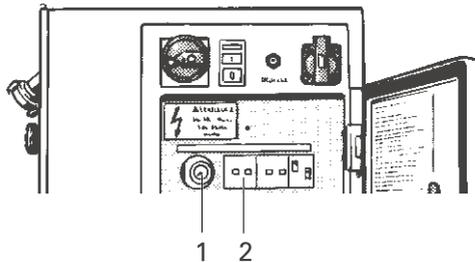

Abb. 17: Zeitrelais und Motorschutzschalter
- Schaltschrank öffnen und Zeitrelais (Abb. 17, 1) auf die zuvor erfasste Zeit einstellen.